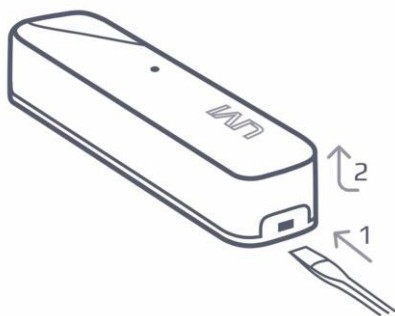

Рисунок 6.2 — Снятие крышки датчика открытия
- Снимите крышку датчика: при помощи плоской отвертки нажмите на одну из защелок и, не отпуская защелку, потяните основную часть корпуса вверх (см. рисунок 6.2).
Для подключения геркона/ШС снимите крышку датчика (см. рисунок 6.2) и подключите провода к клемме, расположенной над батарейным отсеком, как показано на схеме слева.
1. Снимите крышку-кронштейн с датчика (см. рисунок 6.2).